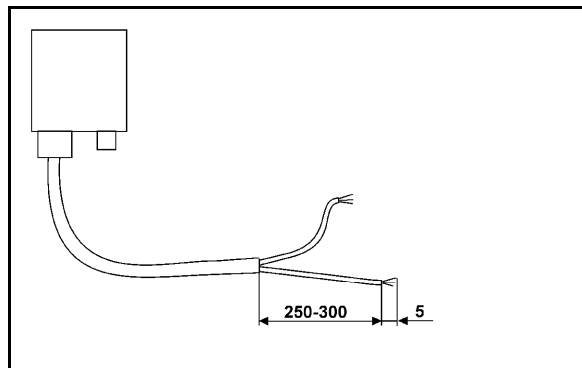

Fig. 4
3. Pelar el extremo del cable (Fig. 4) aprox. de 250 a 300 mm
- Quitar el aislamiento de los extremos del cable (Fig. 4) de forma individual unos 5 mm.